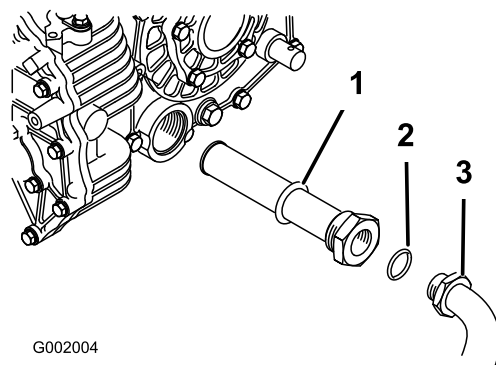

Рисунок 51
5. Снимите гидравлический шланг и прямоугольный штуцер (Рисунок 51).